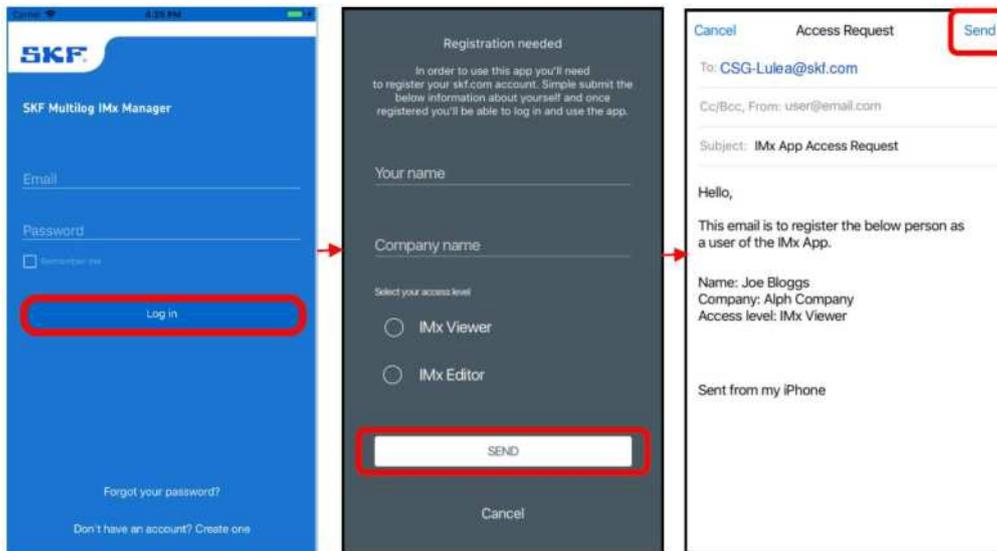

Figura 17 Ejemplo de proceso de registro en el primer uso de la aplicación
4. La primera vez que use la aplicación (**Figura 17**):